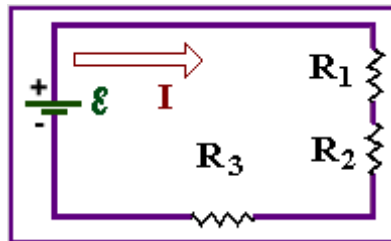

Figura 4.- Resistencias en serie.
a) Resistencias en Serie: Si las resistencias se conectan en serie, esto significa que pasa la misma corriente por todas las resistencias y que, además, fluye por ellas una después de otra. El circuito de la Figura 4 tiene tres resistencias conectadas en serie y la dirección de la corriente indicada por una flecha. Por convenio, consideramos que la intensidad va en sentido del polo positivo al polo negativo de la fuente, también denominada fuerza electromotriz (f.e.m.) y cuya tensión representamos por el símbolo \mathcal{E} .